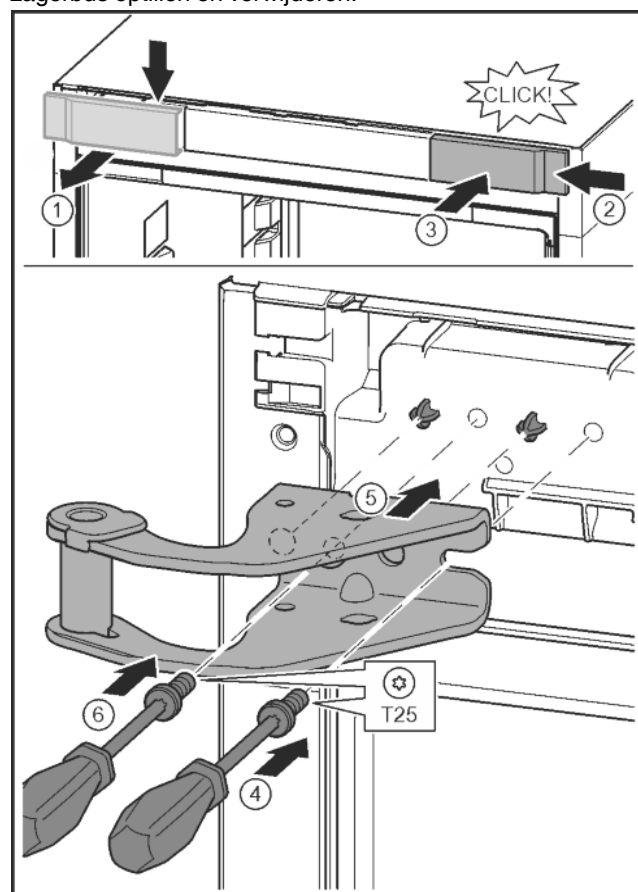

Fig. 10
- ▶ Afdekking losmaken en zijdelings verwijderen. Fig. 10 (1)
- ▶ Afdekking 180° gedraaid op de andere kant van rechts aanbrengen. Fig. 10 (2)
- ▶ Afdekking vastklikken. Fig. 10 (3)
- ▶ Schroef met schroevendraaier T25 aandraaien. Fig. 10 (4)
- ▶ Bovenste lagerbus plaatsen. Fig. 10 (5)
- ▶ Schroef vastdraaien. Fig. 10 (4)
- ▶ Schroef met schroevendraaier T25 aanbrengen en vastdraaien. Fig. 10 (6)